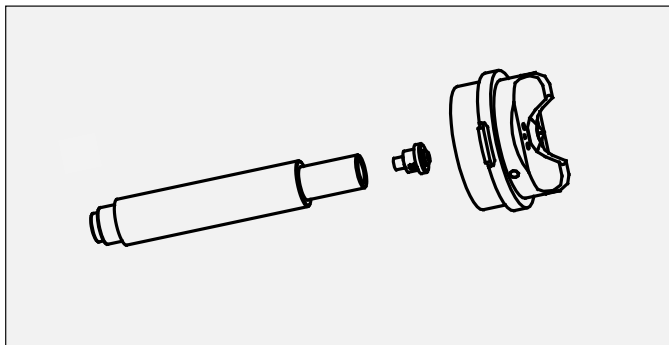

Figure 42d : Pose du joint
5. Insérez le joint dans l'outil comme indiqué sur la Figure 42d. Engagez le joint dans le porte-buse.